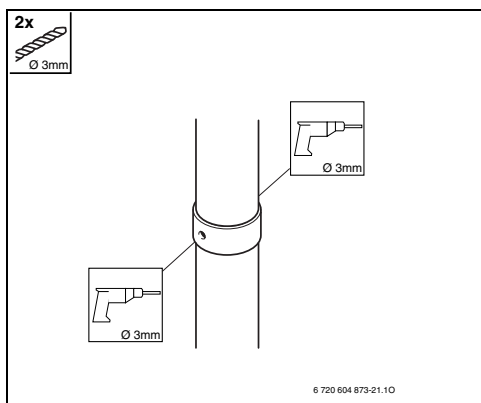

Fig. 33
- ▶ Abrir dos orificios de Ø 3 mm, en el tubo del aire de combustión. Profundidad máxima del orificio Ø 8 mm! En ningún caso podrá el tubo de gases de combustión ser dañado (Fig. 33).